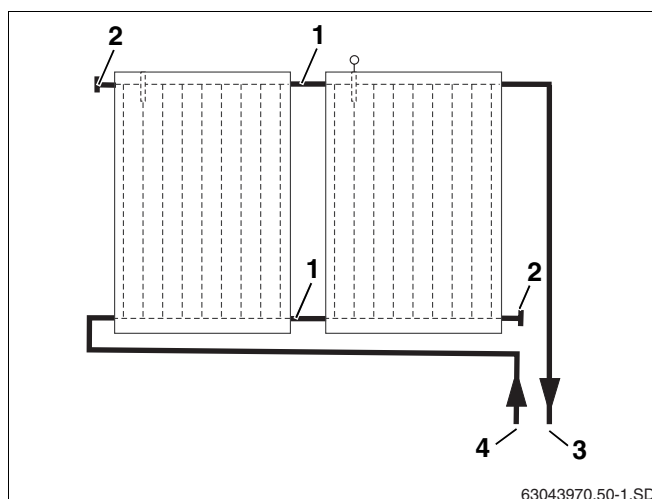
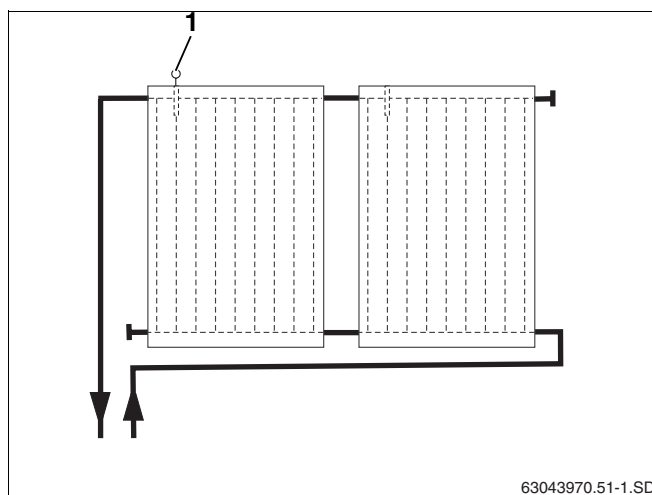

Fig. 40 Ligação hidráulica – tubagem de impulsão à direita
Fig. 41 Ligação hidráulica – tubagem de impulsão à esquerda
O campo de colectores deve levar tubos segundo o princípio de Tichelmann (retorno invertido). Assim, cada colector recebe o mesmo caudal (fig. 40).
A tubagem de impulsão pode ser colocada à direita (fig. 40) ou à esquerda (fig. 41). Nestas instruções, a tubagem de impulsão está representada do lado direito.
Os colectores devem ser montados de forma a que as passagens da sonda para a recepção da sonda do colector (fig. 41, **item 1**) se encontrem em cima.